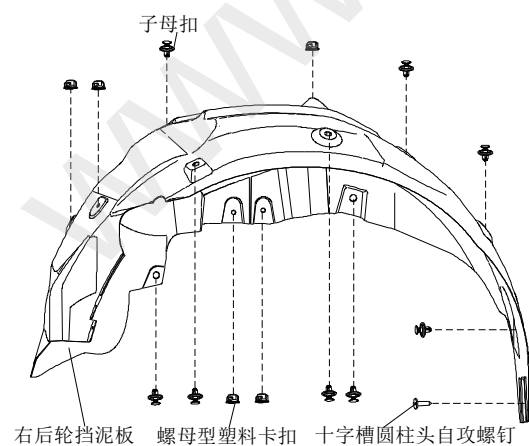

图 2-1-7 紧固件位置示意图
(3) 先用十字起将右后轮挡泥板上的 1 个自攻螺钉卸下，接着通过一字起或其它工具将右后轮挡泥板上的 8 个子母扣卸下，最后用手拧下 5 个螺母型塑料卡扣，即可把右后轮挡泥板取下。如图 2-1-7 所示；